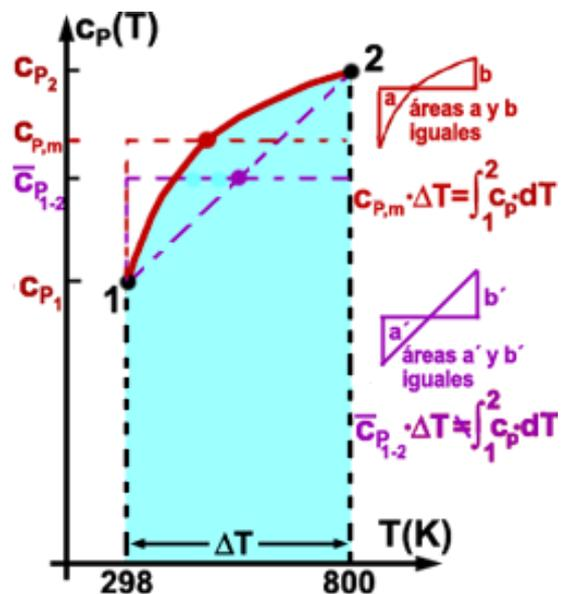

Fig. Pb 2.14
- 4) **Cálculo con las medias analíticas para los c. específicos:** Utiliza valores ctes de c_v y c_p calculados como $(c_1+c_2)/2$. Es un método mucho más correcto que el del caso 2) pues aunque también introduce un valor cte, éste se aproxima mucho más al valor de la media termodinámica de los c. específicos (fig. Pb 2.14) calculada, por ej., para c_p como:
El cálculo con el valor medio de los c. específicos es, sin embargo, aceptable y tanto más cuanto más pequeño sea el intervalo ΔT o más se aproxime la forma de la curva $c(T)$ a la recta de unión de los estados 1 y 2 (fig. Pb 2.14). En dicha figura puede verse que el valor exacto sería la media termodinámica. Sin embargo ésta no es utilizable para calcular las variaciones de ΔU y ΔH pues precisamente se calcula a partir de estos valores.